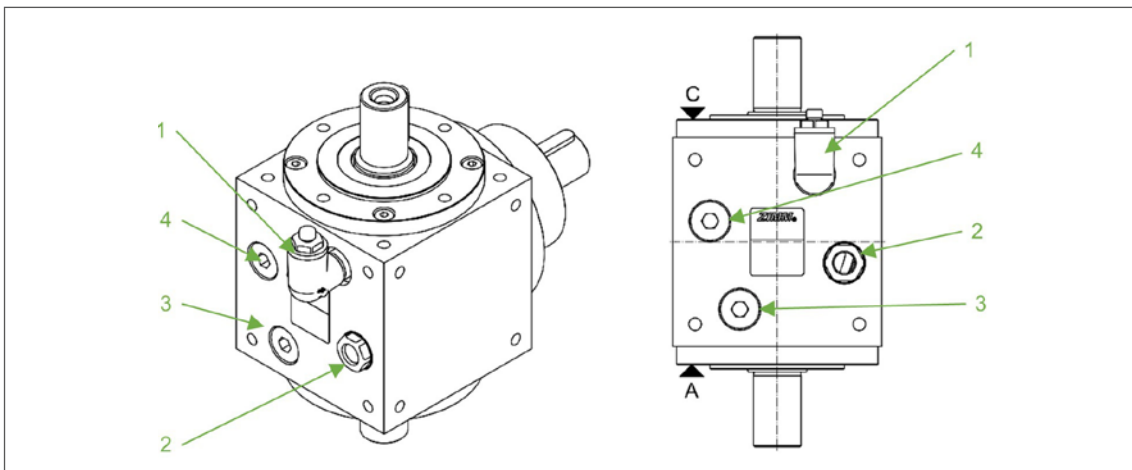

Abb. 6: Beispiel Position Entlüftung und Ölschauglas
- 2. Die an der Position „Ölschauglas“ befindliche Verschlusschraube lösen (Abb. 6).